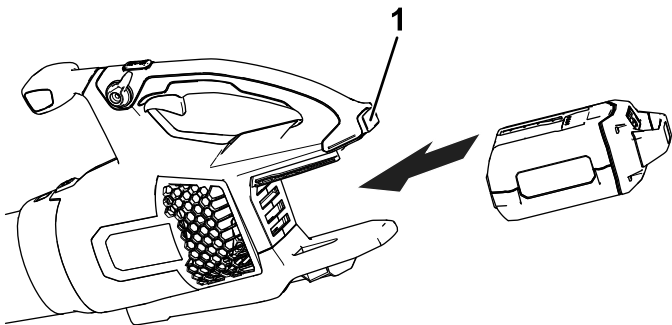

Figura 3
2. Alinee el hueco de la batería con la lengüeta del alojamiento de la empuñadura (Figura 3).